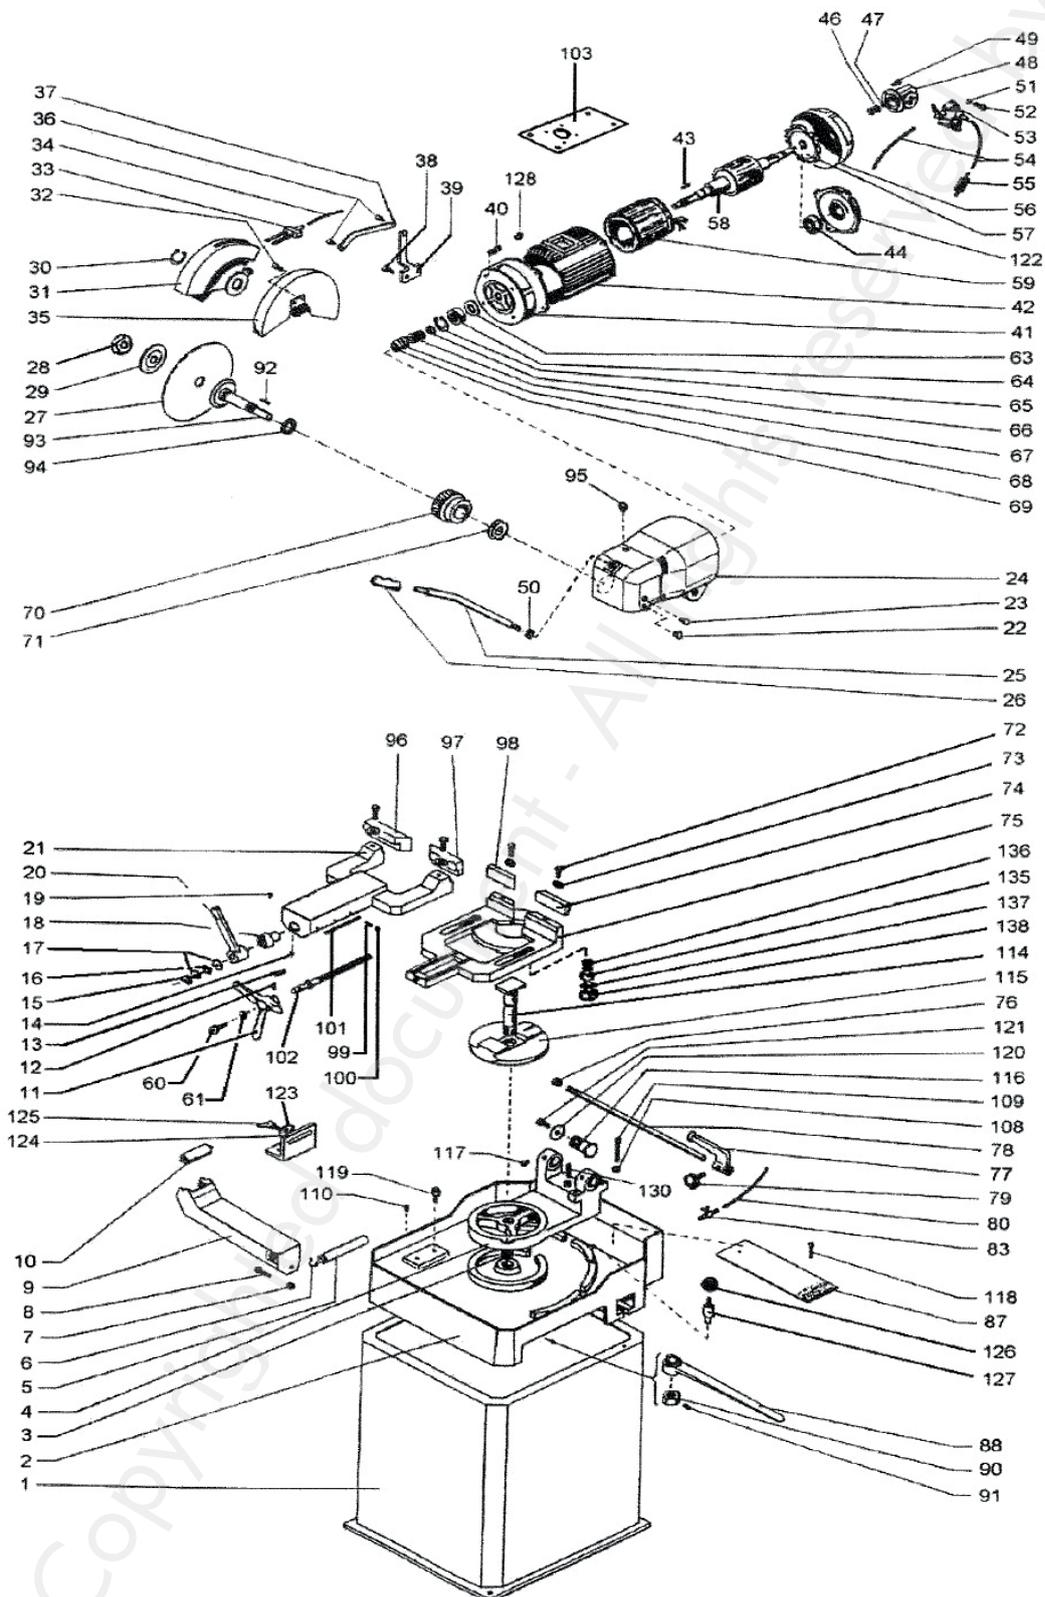

Fig. 16 Dessin des pièces détachées 5 - MKS 350 / MKS 351
3. Nettoyer le réservoir en enlevant les copeaux et dépôts, contrôler le filtre (Fig. 16, 55), le remplacer si nécessaire.